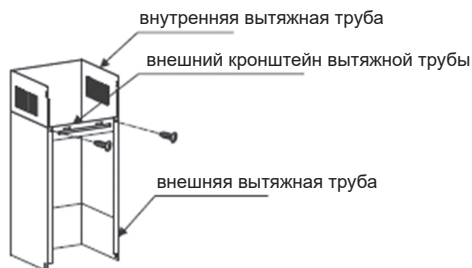

Рис. 4
6. Закрепите внешний кронштейн вытяжной трубы на внешней вытяжной трубе и убедитесь, что высота внутренней вытяжной трубы может свободно регулироваться. См. рис. 4.